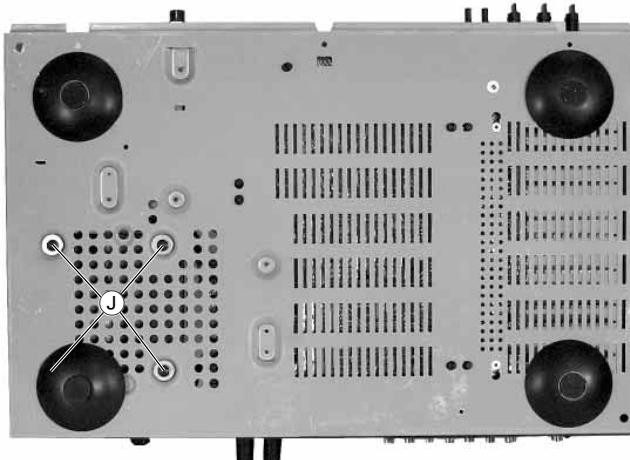

Fig. 4
- 4 Schrauben **J** herausschrauben (Fig. 4).
- Undo 4 screws **J** (Fig. 4).